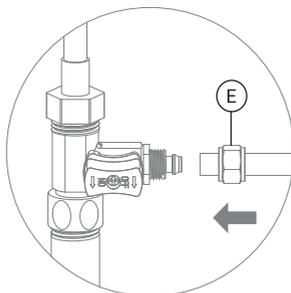
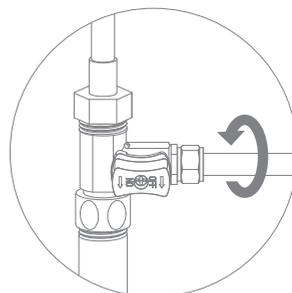

Рис. 8
Рис. 9
2. В гайку (Е) проденьте зеленую пластиковую трубку 3/8" (рис. 8). Конец трубки наденьте на штуцер адаптер-вентиля до упора и плотно накрутите гайку (рис. 9).